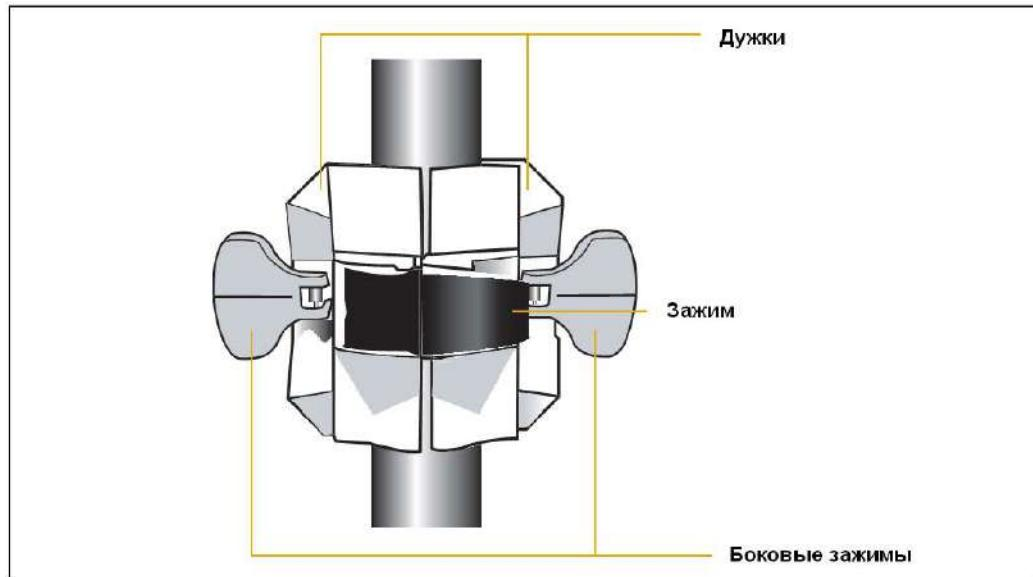

Рис. 3.8 Кронштейн
- c. Удерживая приемник в кронштейне, вернуть боковые зажимы кронштейна в исходное положение, см. рис. 3.8.